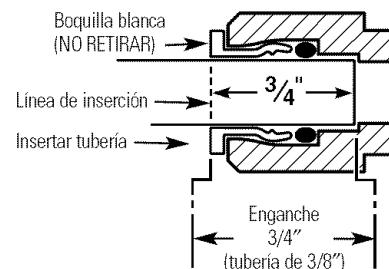

Fig. 11
- Empuje la tubería firmemente hacia cada conexión en el recolector hasta que la tubería esté nivelado con el collar. (Si se retira la tubería, vuelva a cortar el extremo, mida, marque y vuelva a insertar). La tubería debe estar firmemente insertada para evitar fugas (Fig. 11). (**Para retirar la tubería: Libere y sostenga la boquilla blanca; Hale la tubería hacia fuera para retirar.**)